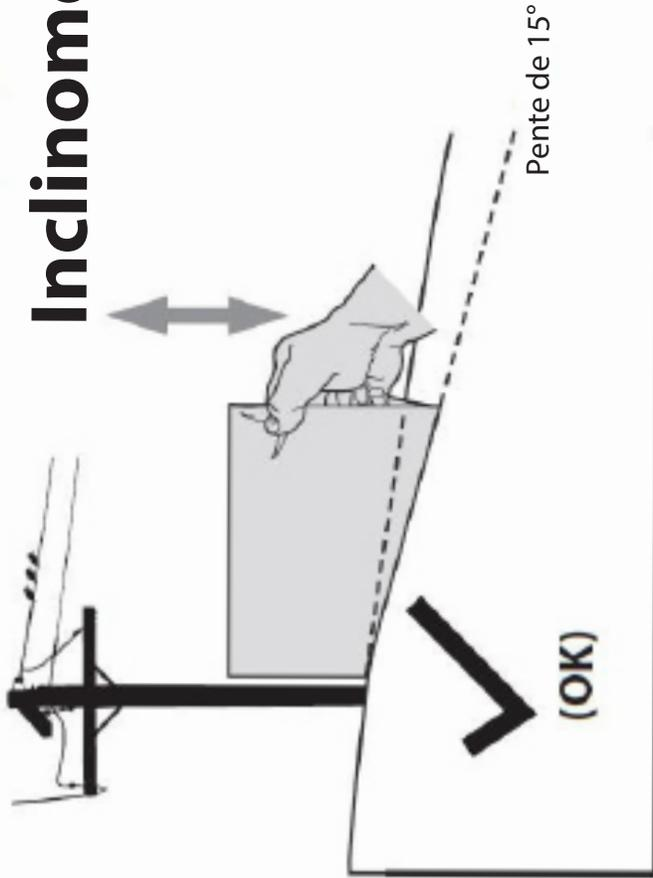

Figure 1
3. Alignez un côté de l'inclinomètre avec l'objet (consultez les Figures 1 et 2).
4. Réglez l'inclinomètre vers le haut ou vers le bas jusqu'à ce que le coin gauche touche la pente (consultez les Figures 1 et 2).